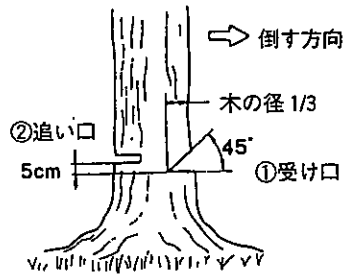

図 23
- (1) 木の形状や周囲の状況を考慮し、木を倒す方向を決めます。
- (2) 退避場所を決めます。木のまわりや退避場所の障害物を取り除きます。
- (3) まずはじめに倒そうとする側に受け口①を切り込みます。受け口は木の直径の1/3くらいが適当です。(図23)
- (4) 受け口の反対側で受け口の下面より5cm程度高い位置より追い口②を切り込みます。(図23)
- (5) 木が倒れはじめたら、エンジンを停止してあらかじめ決めておいた退避場所へ避難します。